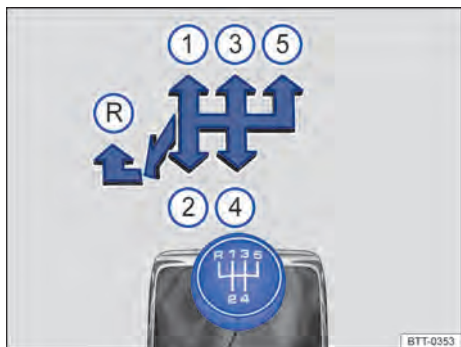

Fig. 141 Esquema de troca de marchas da transmissão manual de 5 marchas.
As posições de cada marcha estão representadas na alavanca da transmissão ⇒ Fig. 141 ou ⇒ Fig. 142.
- Empurrar a alavanca da transmissão totalmente para a esquerda e depois para frente até a posição da marcha à ré ⇒ Fig. 141 ou ⇒ Fig. 142 .